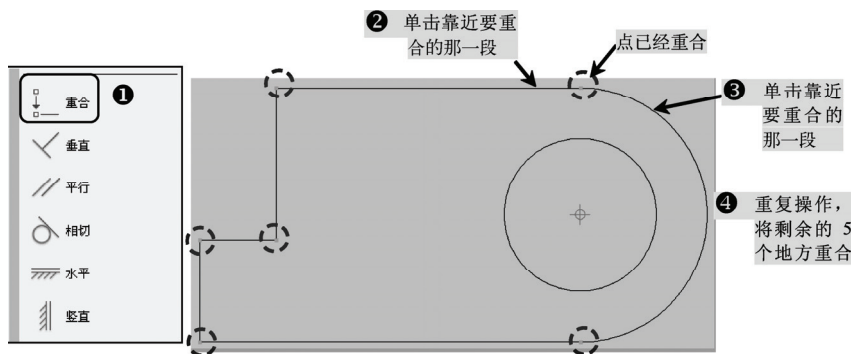

图 10-15 重合点参数操作
4) 在块编写选项板上单击选择“几何约束”选项卡，选择“重合”工具，对图中所示位置进行“点重合”参数编辑，如图 10-15 所示（“点重合”用于保证图形作为动态零部件插入时线段与线段之间始终保持闭合状态）。